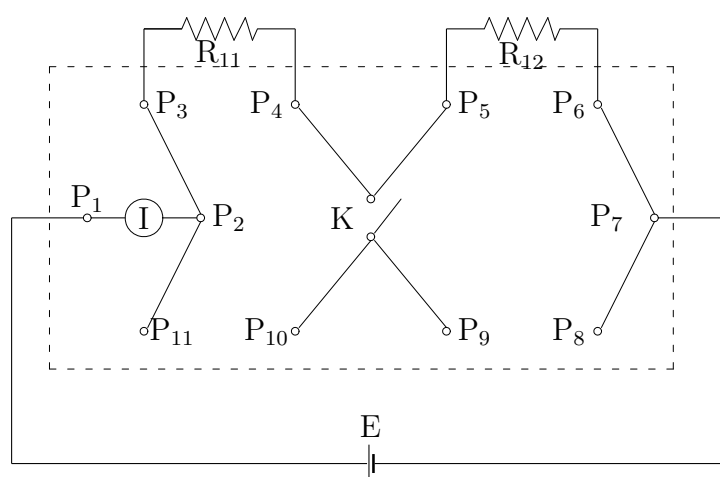

図 5.1: 直列回路 1 の結線図
1. 図 5.1 において抵抗 R_{11} と R_{12} を接続する。